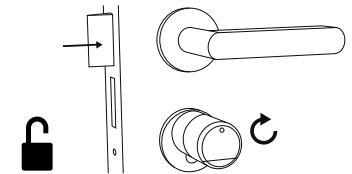
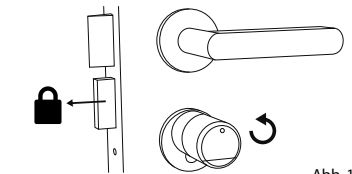

Abb. 117
Abb. 118
- 2 Tippen Sie Ihren 6-stelligen Administratorcode oder Benutzercode ein (II) (Abb. 117).
- 3 Wenn die eingegebene Zahlenkombination korrekt ist, leuchtet das Zylinderstatus-Symbol (⊙) und die Tür kann aufgeschlossen (Abb. 117) oder abgeschlossen werden (Abb. 118).